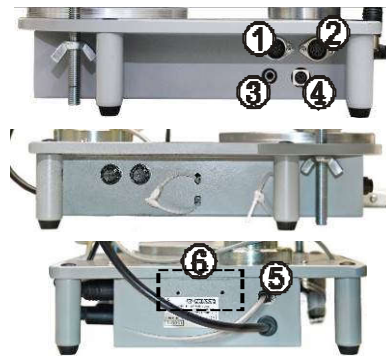

Рис. 3
Удалите защитные транспортировочные элементы: пленку с электромагнитной платформы, хомуты и пр., а также извлеките из пазов подвязку сетевого шнура и насадок электрошпателя (рис. 3а).
Установите и, если необходимо, подключите (по ключу разъема) требуемые для работы приспособления (рис. 3).
- 3 насадки или ручки электрошпателя (НКМ или РШ 1.0 НЬЮ ТЮЛЬПАН), находятся под основанием, рис. 3а;
- 6 место установки светильника (рис.3) (по отдельному заказу)
Рис. 3а
Подключить к разъему (4), рис. 3 требуемую насадку или ручку электрошпателя (НКМ или РШ 1.0 НЬЮ ТЮЛЬПАН). Нажать и удерживать энкодер 3 сек. Если был включен наконечник бормашины, то он выключится.